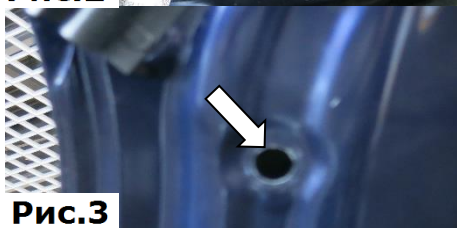

Рис.3
3. Одеть на болт-шарнир шайбу 6 пружинную и шайбу специальную. (см. схему установочную) Накрутить на несколько витков гайку закладную М6 на болт-шарнир. Завести гайку закладную М6 в штатное отверстие капота, (Рис.3).